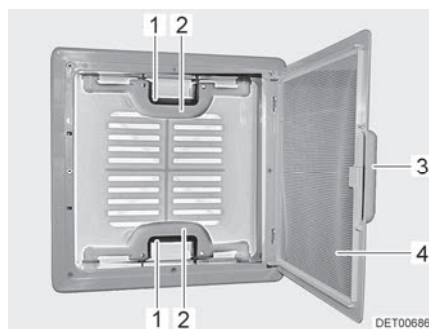

Fig. 18 Oblò a scatto
- Tirare la maniglia (Fig. 18,3).
- Ribaltare la protezione contro gli insetti (Fig. 18,4) verso il basso.
- Premere la chiusura a scatto (Fig. 18,1) verso l'interno dell'oblò. Premere contemporaneamente verso l'alto l'oblò con la maniglia (Fig. 18,2).
- Spingere la protezione contro gli insetti (Fig. 18,4) verso l'alto finché non si innesta.
- Tirare con forza verso il basso le due maniglie (Fig. 18,2) dell'oblò, fino a quando non scattano entrambe le chiusure (Fig. 18,1).